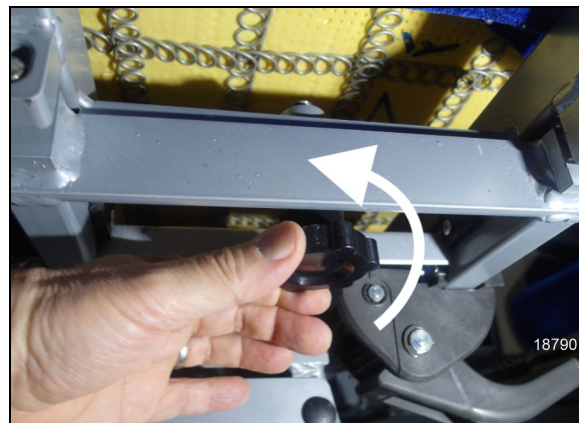

FIGURE 31: DÉVISSER LE GOUJON AVEC MOLETTE
1. Sous les sièges, dévisser complètement le goujon avec la molette du côté de l'allée centrale (Figure 31).